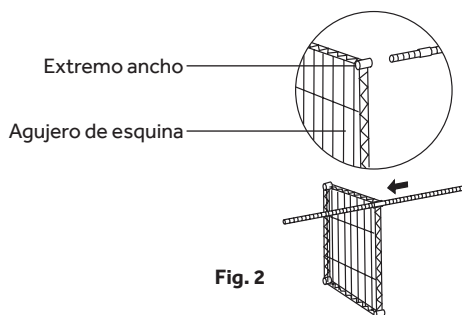

Fig. 2
4. Sujetando la estantería por su lateral, deslice el poste a través de uno de los agujeros de esquina [Fig. 2].